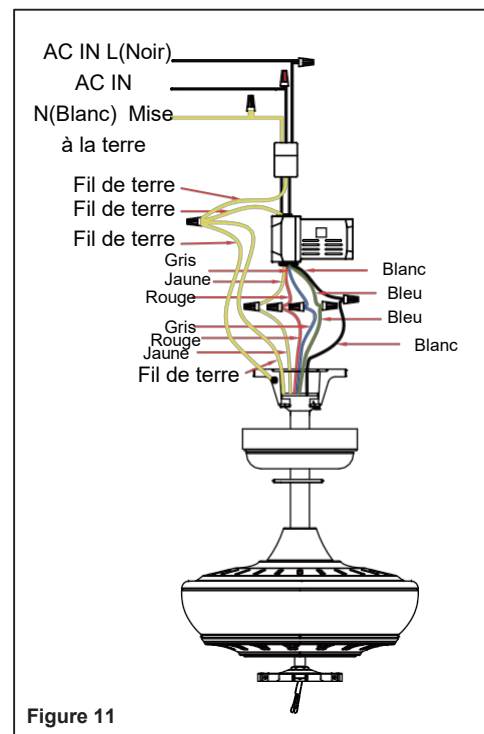

Figure 11
Étape 1. Connectez les fils verts du filtre EMI et des pièces connexes selon le schéma de câblage comme indiqué dans la Figure 11, assurez-vous que le filtre EMI est correctement installé dans la boîte de sortie.
Étape 3. Connexions électriques du moteur au récepteur : Connectez le fil gris du ventilateur au fil gris du récepteur. Connectez le fil rouge du ventilateur au fil rouge du récepteur. Connectez le fil jaune du ventilateur au fil jaune du récepteur. Connectez le fil bleu du ventilateur au fil bleu du récepteur. Connectez le fil blanc du ventilateur au fil blanc du récepteur. (Fig.11)
Étape 4. Connexions électriques du récepteur aux fils d'alimentation de la maison : Connectez le fil noir (chaud) du plafond au fil noir marqué "AC IN L" du récepteur. Connectez le fil blanc (neutre) du plafond au fil blanc marqué "AC IN N" du récepteur. (Fig.11)